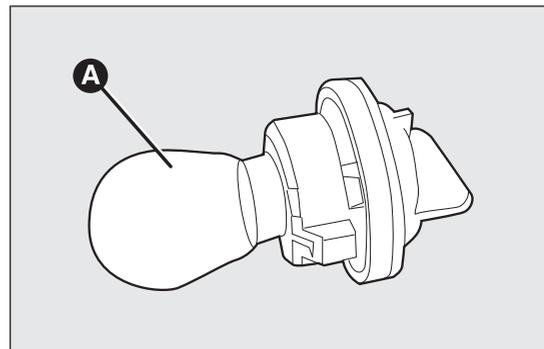

fig. 137
- estrarre la lampada A fig. 137 e sostituirla;